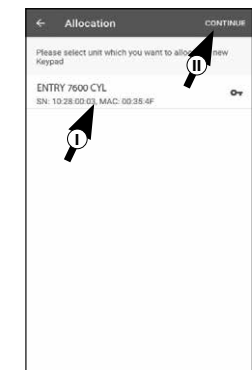

Abb. 31
⑦ Es erscheint eine Liste mit verfügbaren secuENTRY Zylindern (Abb. 31).
Wählen Sie den gewünschten Zylinder (I) und bestätigen Sie auf „CONTINUE“ (II) (Abb. 31).
- ⑥ In diesem Bereich (II) (Abb. 31) können Sie einen Benutzercode, einen RFID-Transponder, einen Funkschlüssel sE-Key oder ein anderes Smartphone als elektronischen Schlüssel einrichten.